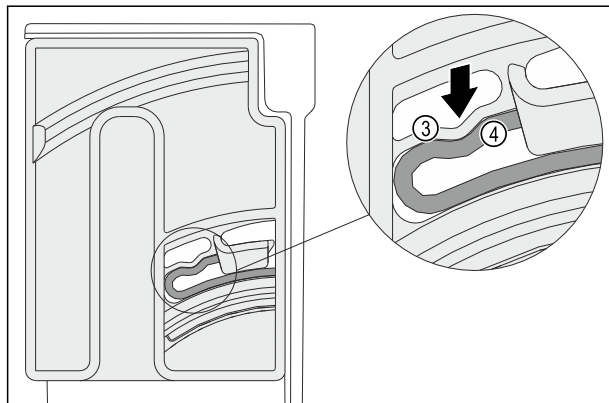

Fig. 115
- Elastisch element Fig. 115 (3) van de draai-eenheid vergrendelt hoorbaar in de ronde vorm van de rib Fig. 115 (4).